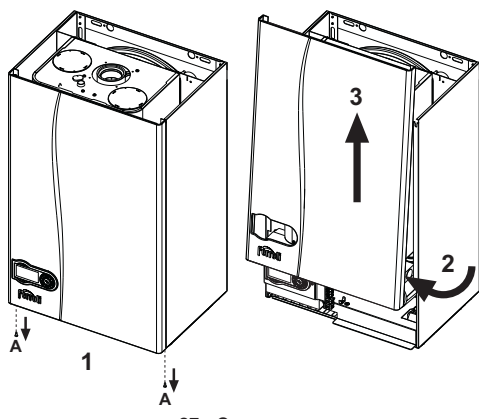

рис. 27 - Снятие кожуха
1. Отвинтите винты "А" (см. рис. 27).
2. Поверните кожух (см. рис. 27).